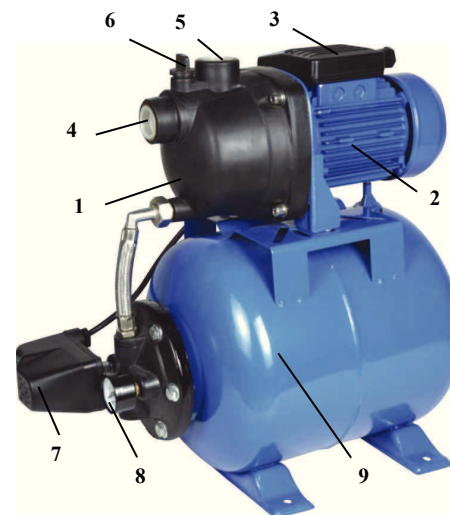

рис. 1
4.1 Общий вид станции водоснабжения схематично представлен на рис.1
6.1 Перед монтажом станции убедитесь, что гидроаккумулятор 9 (рис.1) закачан воздухом под давлением 1,5-2,0 атм. При меньшем давлении, закачайте обычным автомобильным насосом воздух через пневматический клапан, который находится с обратной стороны гидроаккумулятора.
6.7 Наполните всасывающую трубу/шланг и насосную часть 1 (рис.1) через заливное отверстие на корпусе насоса 6 (рис.1) водой при помощи воронки. После того, как уровень жидкости поднимется и заполнит насосную часть, вытеснив из неё воздух, закройте заливное отверстие и включите насос в сеть.